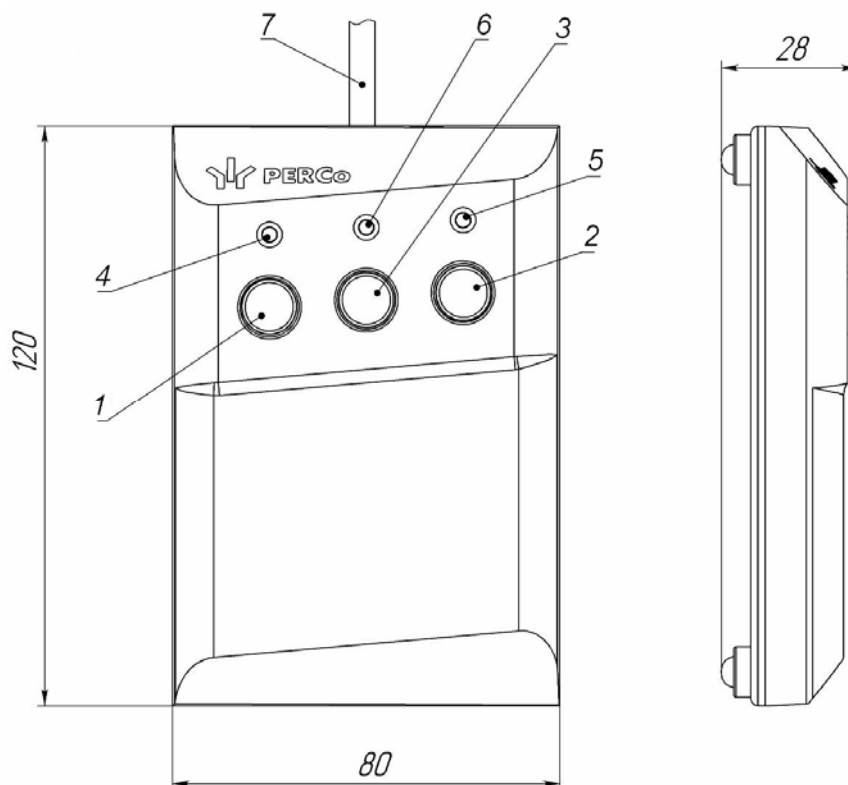
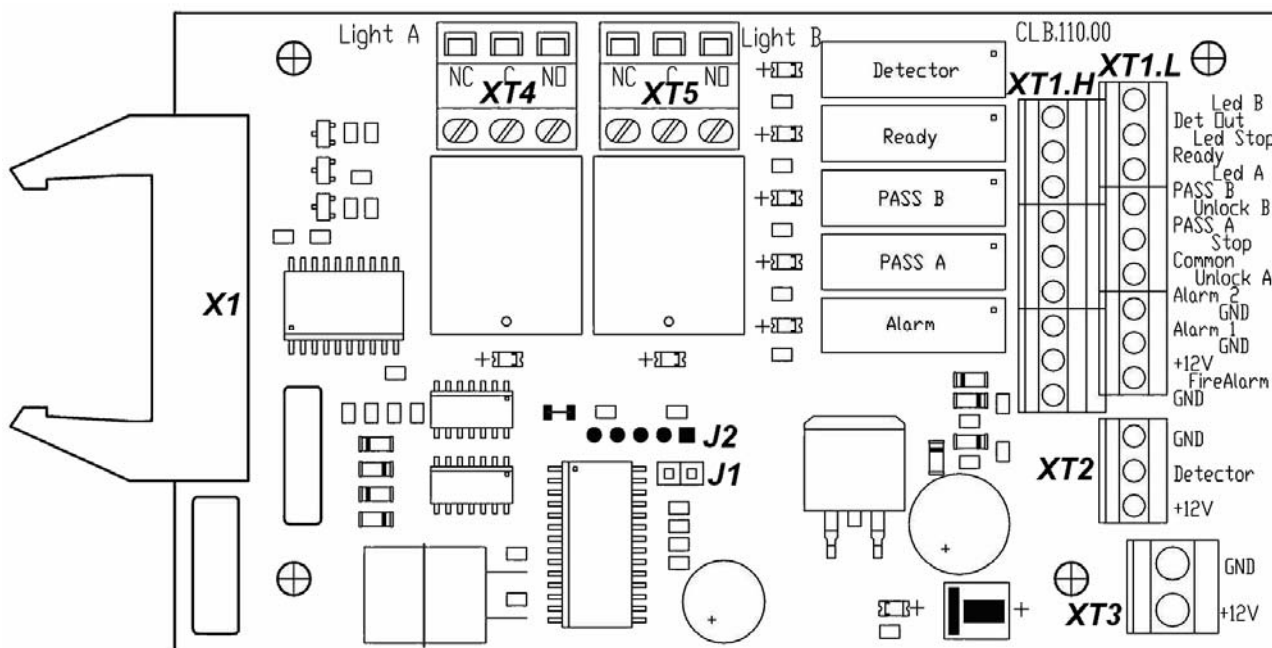

Рисунок 4. Общий вид и габаритные размеры ПДУ
Рисунок 5. Внешний вид платы управления
ПДУ (12) выполнен в виде небольшого настольного прибора в корпусе из ударопрочного АБС пластика и предназначен для задания и индикации режимов работы при ручном управлении турникетом. ПДУ подключается к плате управления гибким многожильным кабелем (13) через клеммную колодку **XT1.L** (см. рис. 5). Общий вид ПДУ показан на рис.4.
На лицевой панели ПДУ расположены три кнопки для задания режимов работы турникета. Над кнопками расположены индикаторы. Средняя кнопка **STOP** предназначена для переключения турникета в режим «*Запрет прохода*». Левая и правая кнопки предназначены для разблокировки турникета в выбранном направлении. Изменить ориентацию ПДУ относительно установки стойки турникета (если на месте установки стойка обращена к оператору не лицевой, а тыльной стороной) можно, поменяв местами провода от ПДУ, подключаемые на контакты *Unlock A* и *Unlock B*, а также *Led A* и *Led B* соответственно (рис. 5 и 11).
На плате управления (см. рис. 5) расположены:
Выбор режима управления осуществляется снятием / установкой перемычки на разъем **J1** платы управления. Расположение разъема **J1** показано на рис. 5. При поставке перемычка установлена, что соответствует импульсному режиму управления турникетом. Для перехода в потенциальный режим управления снимите перемычку. Изменение режима управления произойдет после включения турникета.
Подключение устройства *Fire Alarm* производится к клеммной колодке **X1.L** платы управления согласно схеме электрических соединений (см. рис. 11 и рис. 5).
Факт подачи напряжения на обмотку реле можно определить по загоранию соответствующего красного светодиода, установленного на плате управления вблизи соответствующего реле (см. рис. 5).